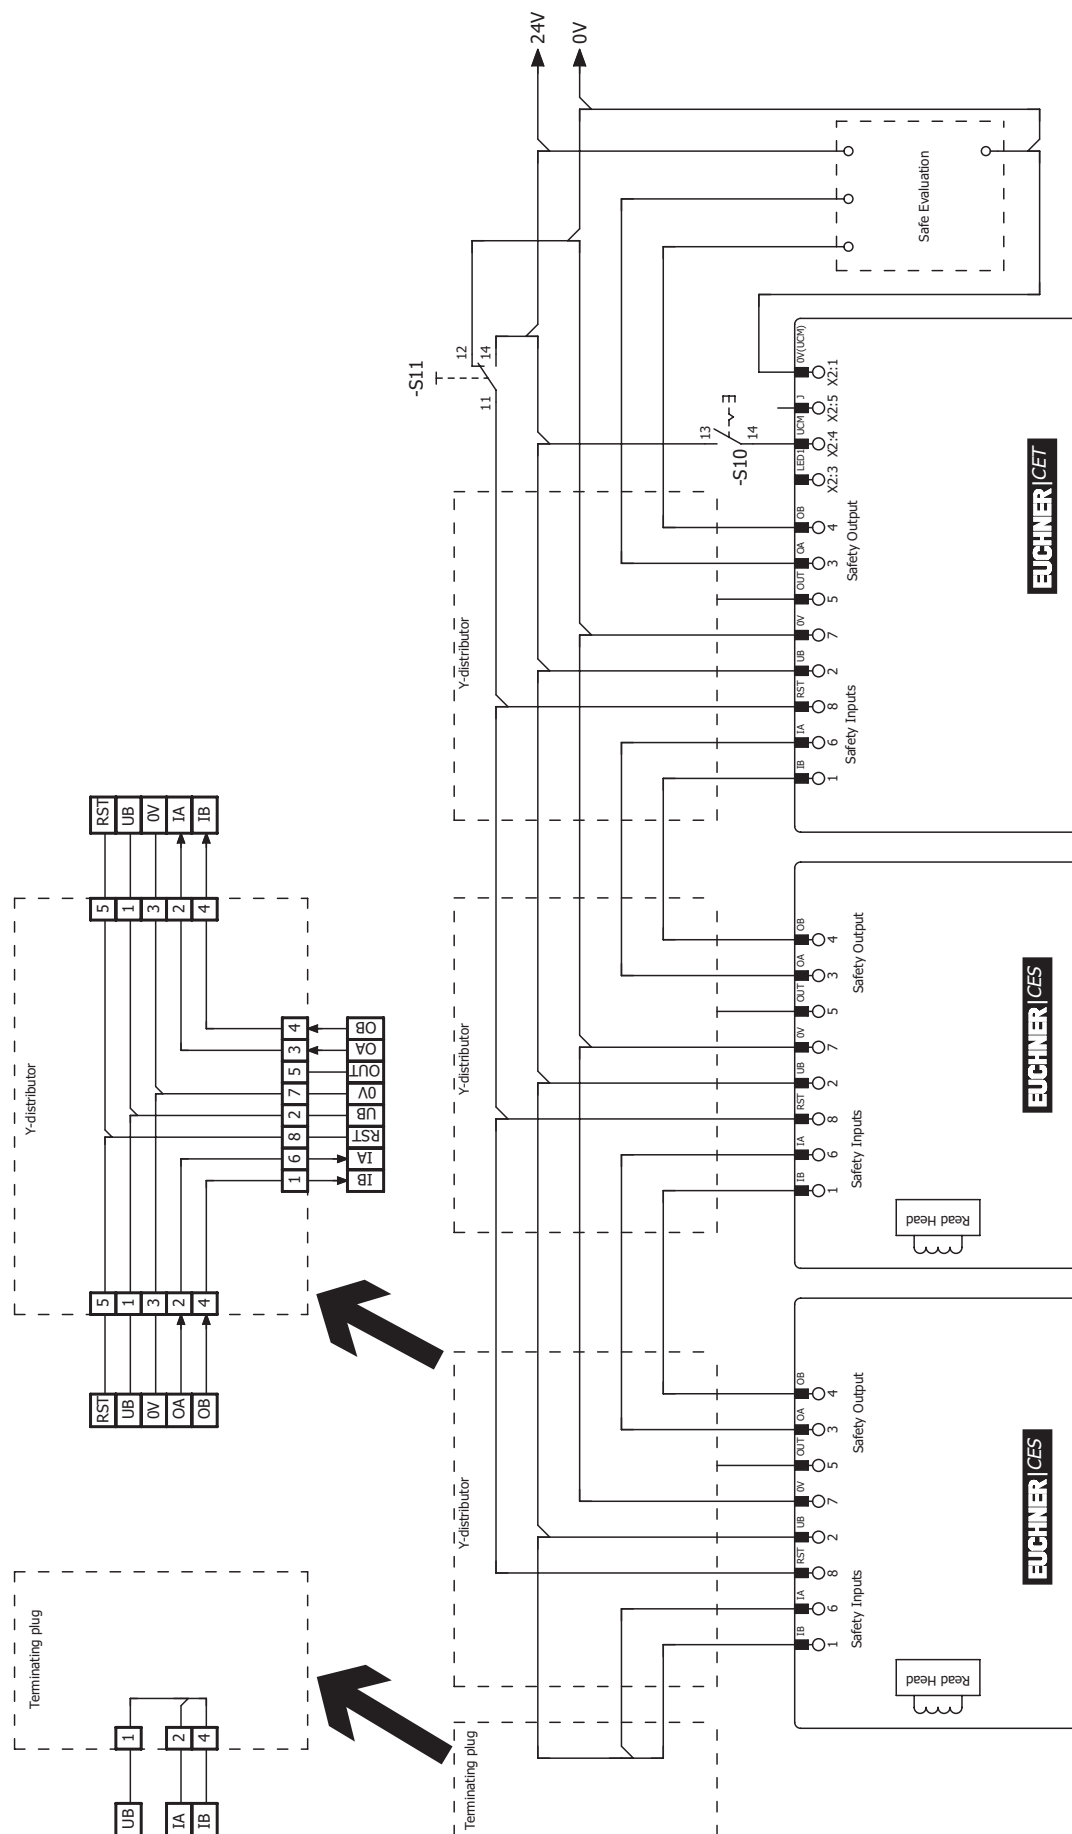

Fig. 14: Esempio di collegamento per l'impiego in una catena di finecorsa CES-AR
- › Impiegando il CET-AR con circuito di retroazione e pulsante di avviamento, questo deve trovarsi nell'ultima posizione della catena di finecorsa (vedere Fig. 14 a pagina 35).
- › Si dovrà utilizzare un segnale comune per tutti i finecorsa di una catena. Questo potrebbe provenire da un deviatore oppure dall'uscita di un sistema di controllo. Un pulsante, in questo caso, non è idoneo poiché durante l'esercizio il reset deve sempre essere applicato a GND (vedere finecorsa S11 alla Fig. 14 a pagina 35).
Perché questo sia possibile, l'ingresso RST deve essere collegato come illustrato alla *Fig. 14 a pagina 35*.